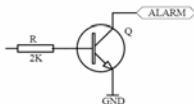

Figura 2
2. Salida de alarma (véase la Figura 2)